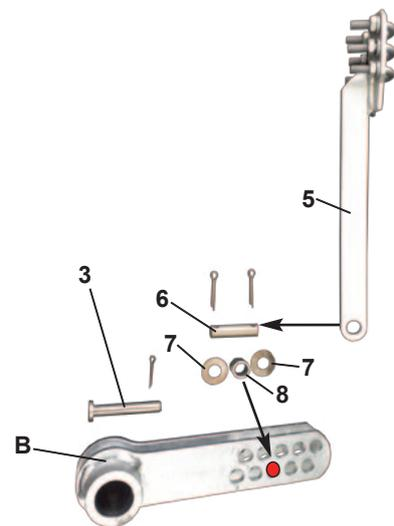

Abb. 7: Montage des Klemmstangenkopfes
- Anschließend den Klemmstangenkopf (5) bei Einhängepunkt 142 mm einsetzen, hierzu den Bolzen (6) mit der Hülse (7) und den beiden Scheiben (8) einführen und mit den Splinten (2 x Ø 4 x 25 mm) sichern (siehe Abb. : 7).